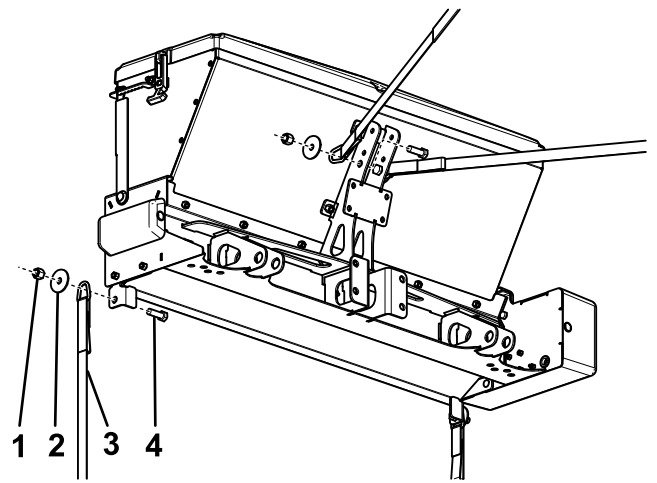

图 11
1. 如图 11 所示用 4 个螺栓 ½ x 1½ 英寸、垫圈 ½ 英寸和锁紧螺母 ½ 英寸将棘轮带固定撒布机。